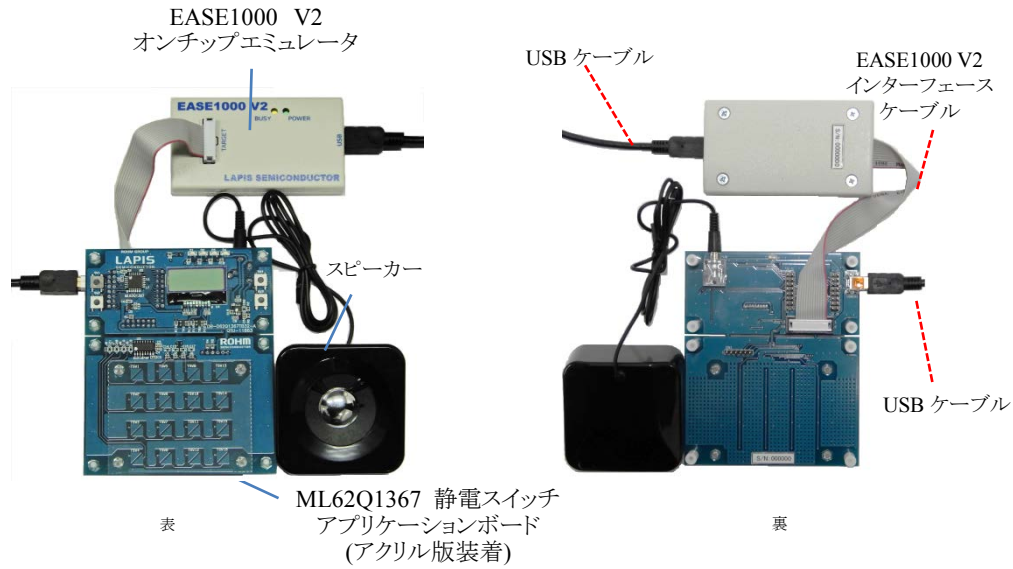
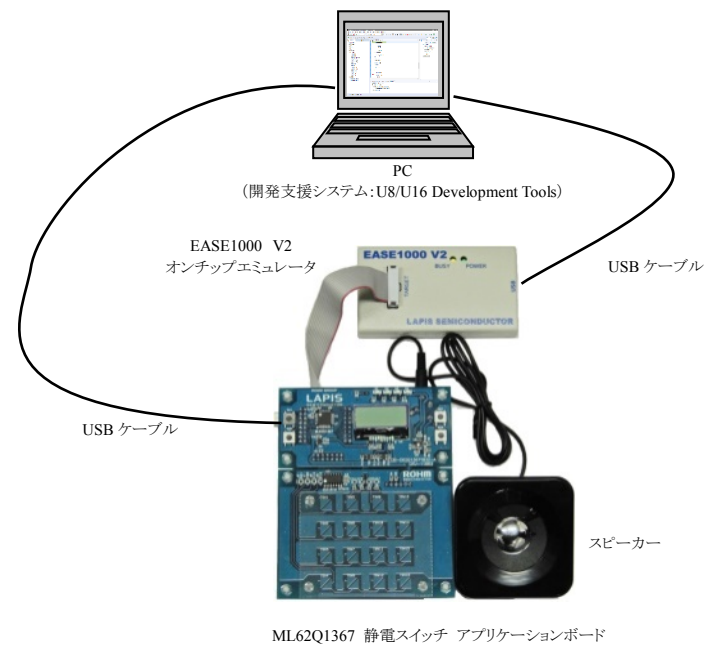

図 1 ML62Q1000 静電スイッチスタータキット ハードウェア構成
図 5 開発支援システム:U8/U16 Development Tools を使用したシステム構成
- 1-1. ML62Q1367 静電スイッチ アプリケーションボードにスピーカーと USB ケーブルを図 1 および図 2 のように接続します。
- 5-1. ML62Q1367 静電スイッチ アプリケーションボードおよび EASE1000 V2 オンチップエミュレータ(以下、「EASE1000」と呼びます)を図 1 および図 5 のように接続します。